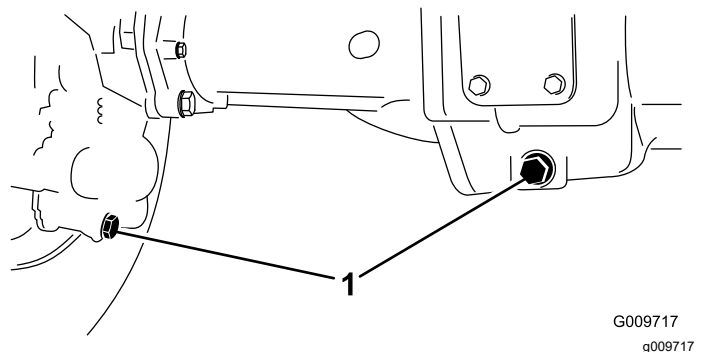

Bild 106
2. Reinigen Sie den Bereich um die drei Ablassschrauben, d. h. jeweils eine an jedem Ende und eine in der Mitte (**Bild 106**).